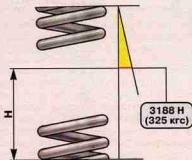

Рис. 4.18. Параметры для проверки пружины передней подвески: Н — длина пружины под нагрузкой
Для проверки пружины трехкратно прожмите ее до соприкосновения витков. Затем приложите к пружине нагрузку 3188 Н (325 кгс). Длина пружины «Н» (рис. 4.18) под указанной нагрузкой должна быть не менее 201 (182)\* мм. Сжатие пружины проводите по оси пружины; опорные поверхности должны соответствовать поверхностям опорных чашек на телескопической стойке.